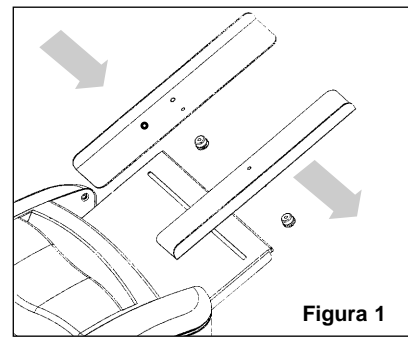
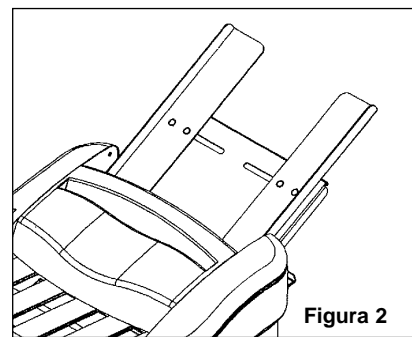

Figura 1
Figura 2
1. Insertar las guías de papel en la bandeja de papel como se muestra en la figura 1. Para ello, retirar las tuercas de plástico negras y quitar los espaciadores de las guías. Una vez hecho esto, instalar los espaciadores desmontados sobre las guías de papel y volver a atornillar las tuercas en las guías de papel y apretar. A continuación, agregar las guías de papel a la máquina como se muestra en la figura 2.